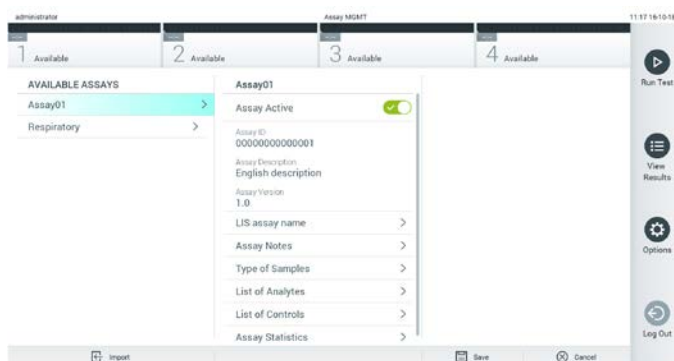

Figura 60. Ativando o ensaio.
7. O ensaio é ativado selecionando Assay Active (Ensaio ativo) (Figura 60).